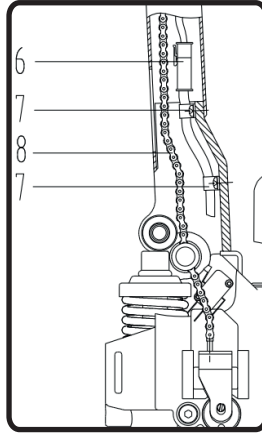

**Figura 2**
3. Inserte el conjunto del brazo 5 (Figura 2) en A (Figura 1), conecte el conjunto del brazo 5 al cuerpo de la bomba 10 con el tornillo 2. Introduzca la cadena de varilla 8 a través del orificio del tornillo 2. Tire del brazo a su posición horizontal, saque el pin 9 y guárdelo para la próxima vez que lo use.